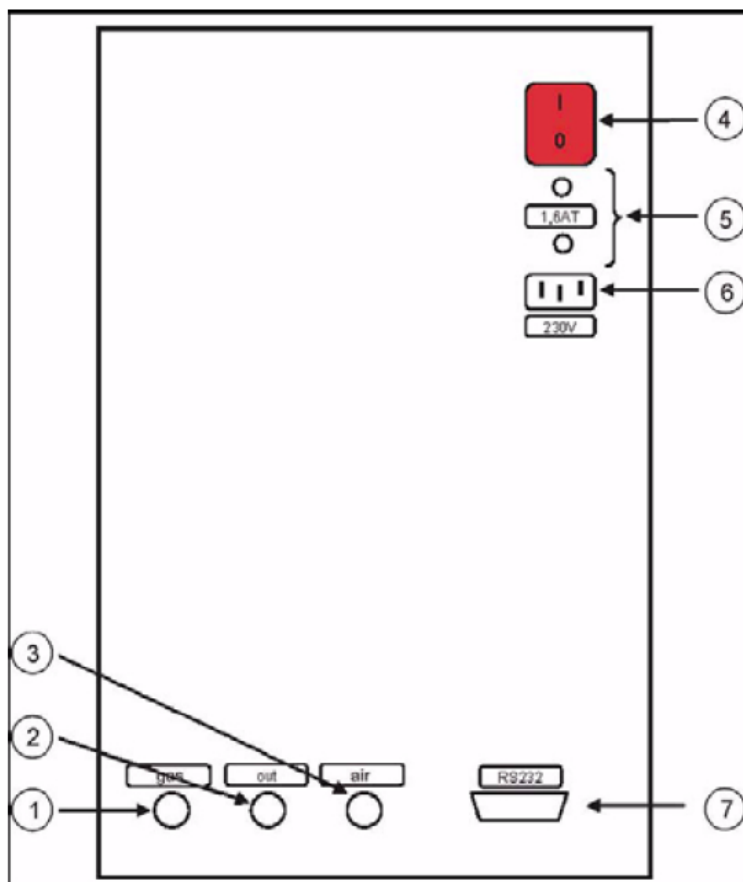

图94 CLD连接
在仪器放置在最终位置之前，先对CLD和测试仪后部进行必要连接（图94和表14）。
1. 打开化学发光检测器后部的电源开关（图 94）；仪器前面的电源灯变亮；